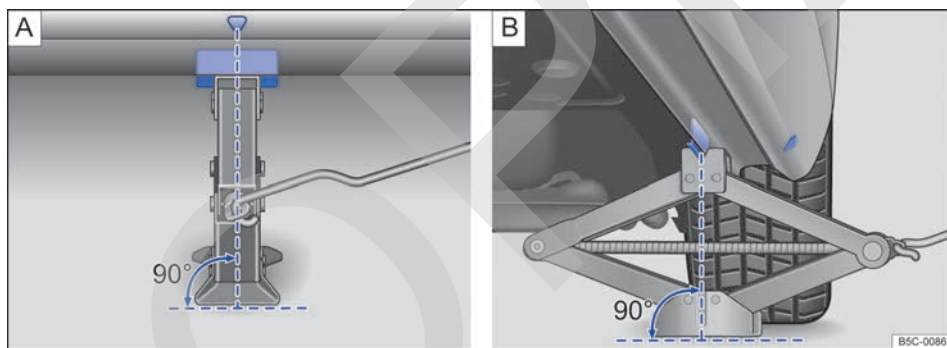

Fig. 233 Gato colocado en el lado izquierdo del vehículo, en la zona trasera.
9. Asegúrese de que toda la base del gato descanse firmemente sobre el suelo y de que se encuentre exactamente debajo del punto de apoyo en vertical → fig. 233 **A** y **B**.
10. Centre el gato y siga subiéndolo con la manivela hasta que la garra sujete el refuerzo de debajo del vehículo → fig. 233.
- Coloque el gato únicamente en los puntos descritos. La garra del gato deberá sujetar bien el refuerzo del larguero inferior → fig. 233.